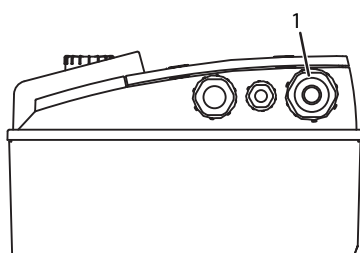

Fig. 18: Prensa-fios
- A ligação eléctrica tem de ser estabelecida através de um cabo de ligação à rede fixo (secção transversal mín. $4 \times 1,5 \text{ mm}^2$, máx. $4 \times 4 \text{ mm}^2$), com uma tomada ou um interruptor para todos os pólos com pelo menos 3 mm de abertura de contactos. O cabo de ligação à rede deve ser colocado no prensa-fios M25 (fig. 18, pos. 1).